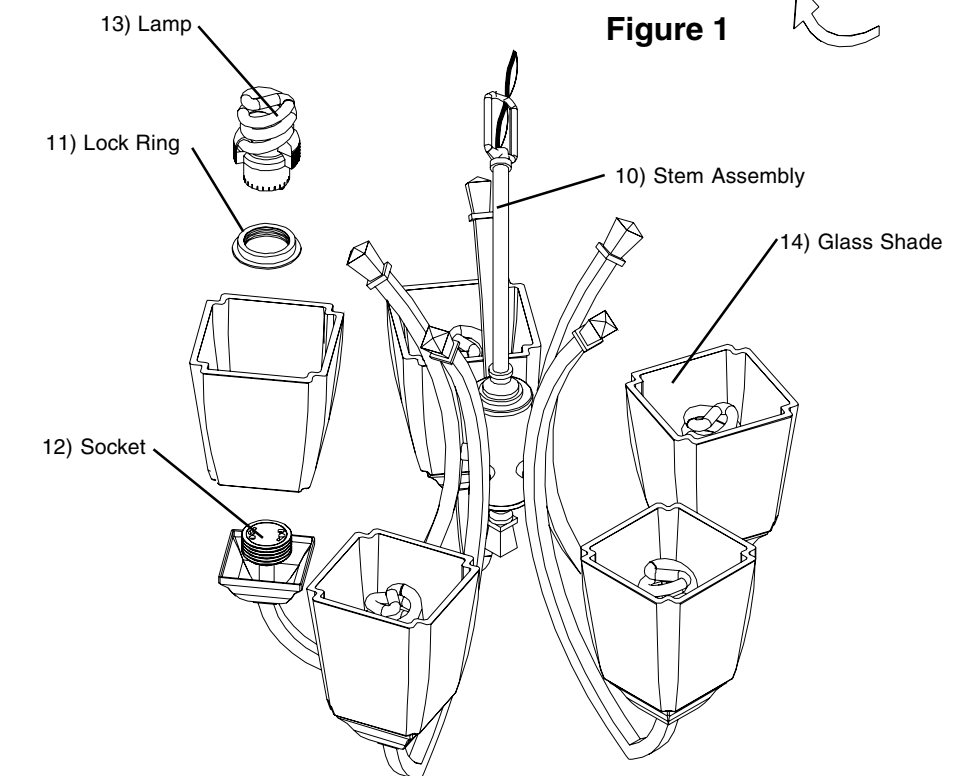

Figure 3
9. **Soulever le pavillon (6) jusqu'au plafond et enfiler complètement l'écrou du pavillon (5) sur l'anneau du pavillon (5).**
10. Dévisser l'anneau de blocage (11) de la douille (12).
11. Placer l'abat-jour de verre (14) sur la douille (12) et remettre l'anneau de blocage (11).
12. Pour installer la lampe (13), entrer les broches du culot dans la douille (12) et tourner en sens horaire jusqu'à ce que solide. **Voir la fig. 3.**